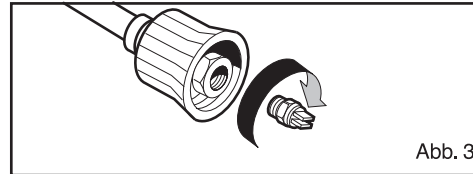
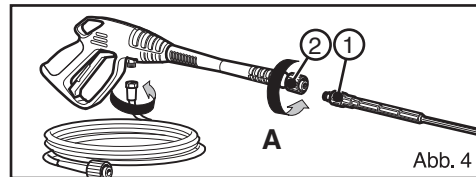

Abb. 3
Abb. 4
Vor dem Gebrauch des Wasserstrahlreinigers ist das Spritzrohr an der Spritzpistole und die Düse an der Pistole anzubringen (Abb. 3). Die Lanze wird mit dem Gewinde (Abb. 4 pos. 1) auf die Pistole (Abb. 4 pos. 2) geschraubt. Die Lanze wird in die durch Pfeil (A) angezeigte Richtung bis zum vollständigen Verschluss gedreht (vgl. Abb. 4).